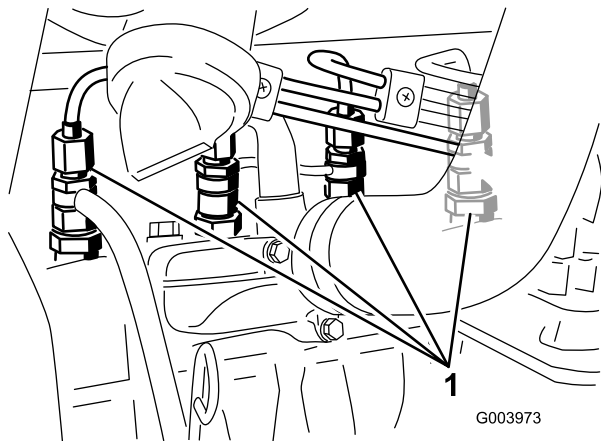

Figura 64
1. Allentate il raccordo dell'ugello n. 1 ed il gruppo portaugelli (Figura 64).